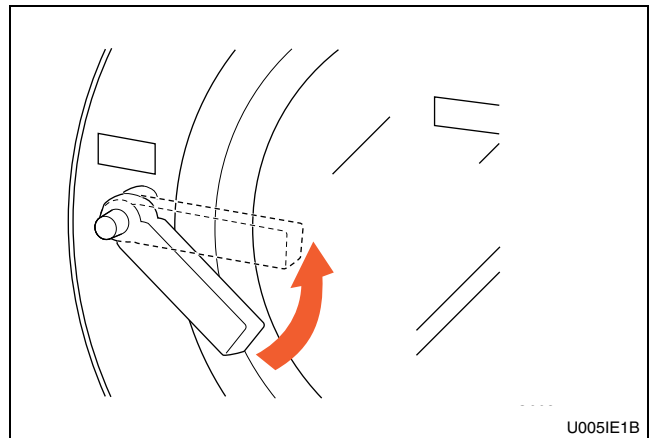

Figure 19
5. Fermer la porte et tourner la poignée dans le sens inverse des aiguilles d'une montre jusqu'au débloquage du bouton. Se reporter à la *Figure 19*.